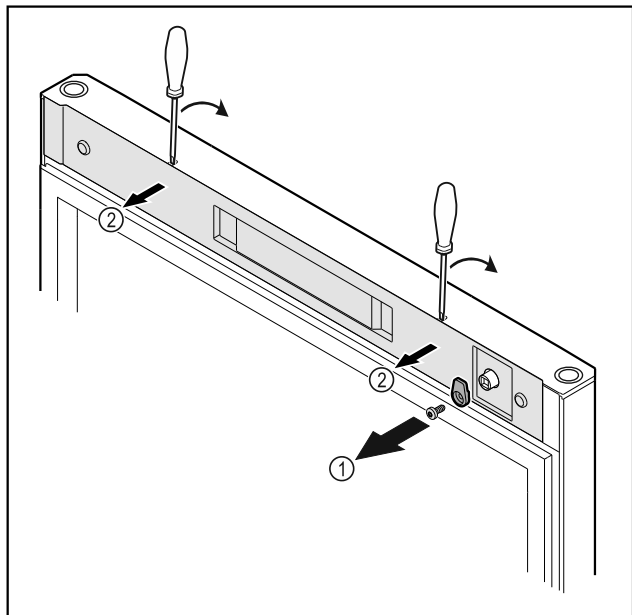

Fig. 12 *
- ▶ Открутите запорный крючок Fig. 12 (1)*
- ▶ С помощью небольшой отвертки освободите крышку Fig. 12 (2) от фиксации и снимите ее.*